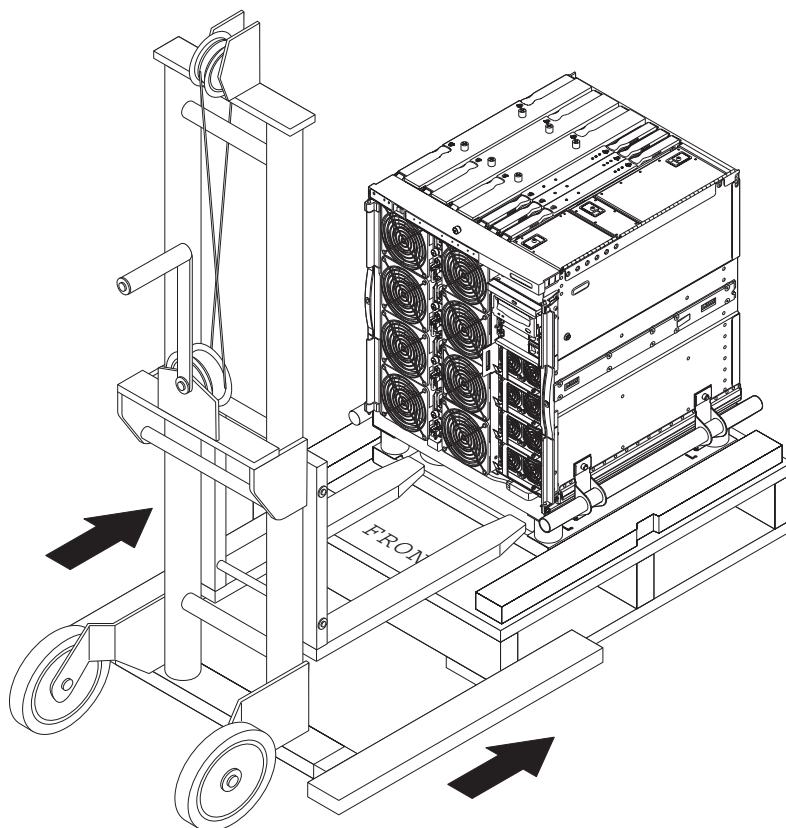

図 1-10 架台へのリフティングデバイスの挿入
2. リフティングデバイスのフォークを架台の開口部に完全に差し込みます (図 1-10)。